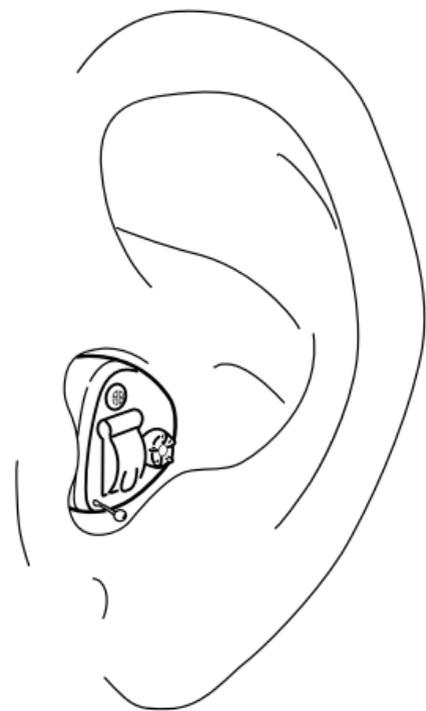

Рис. 2.4
4. Правильное расположение беруши в ухе см. на рис. 2.4.